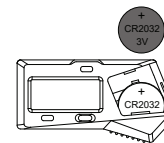

Fig.2
- Coloque la pila CR2032 con el polo positivo hacia fuera (Fig.2).